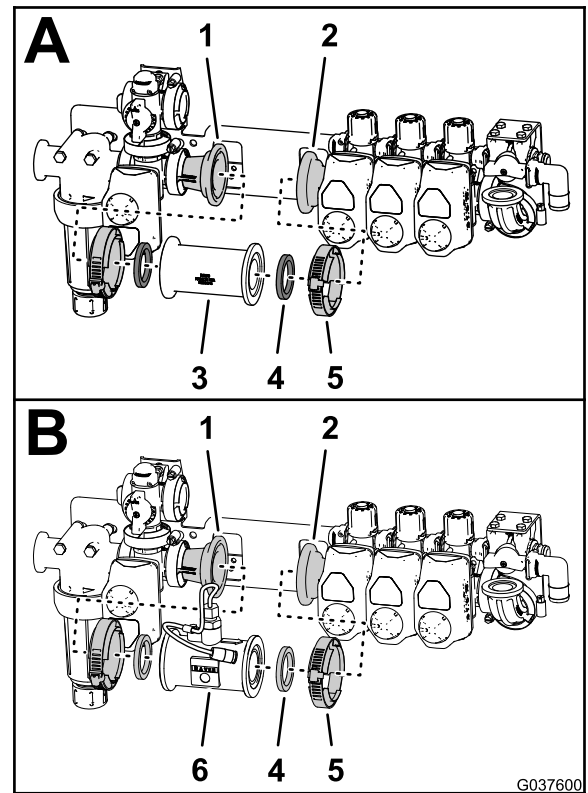

Figura 47
1. Retire as duas braçadeiras flangeadas que prendem as duas juntas e acoplador reto aos acopladores do adaptador na válvula de agitação e na válvula da secção da rampa esquerda (Figura 47).
3. Alinhe as juntas e fluxímetro com as flanges dos acopladores do adaptador da válvula de agitação e a válvula da secção da rampa esquerda (Figura 47).
4. Prenda o fluxímetro aos acopladores do adaptador com as duas braçadeiras flangeadas que retirou no passo 1 (Figura 47).